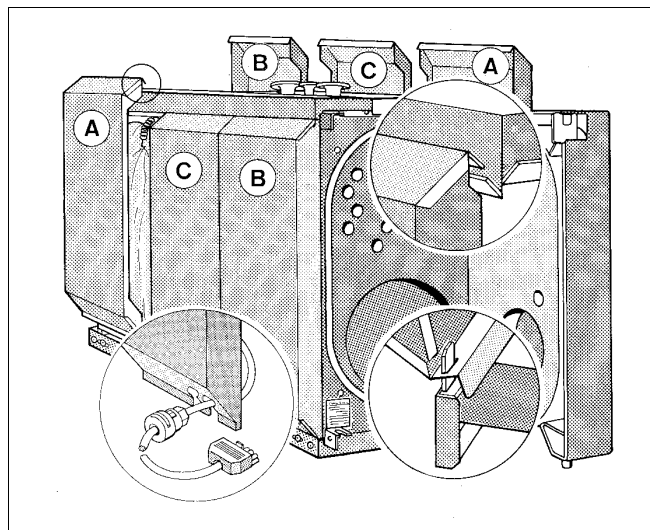

Fig. 14 Montaj cablu arzător
- Introduceți cablul arzătorului cu trenul de detensionare de jos în fanta peretelui lateral, astfel încât acesta să încapă în fantă (Fig. 14).
- Prin rotirea tecii de material plastic, cablul arzătorului se fixează în trenul de detensionare (Fig. 14).
Țineți cont de marcajul de pe pereții laterali (Fig. 14).
La mărimile de cazane 230 și 310 se vor monta numai 2 pereți laterali, iar peretele lateral cu inscripția C va fi înlăturat (Fig. 14).
- Introduceți câte 2 respectiv 3 părți de pereți laterali în dreapta și în stânga jos cu fantele în eclisele cadrelor laterale și atârnați-le sus în cantul de la carcasa laterală a cazanului (Fig. 14).